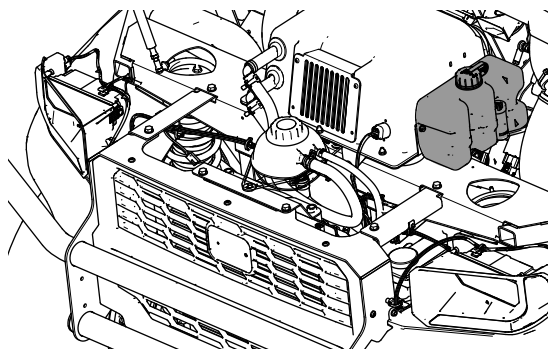

Figura 19
3. Si la máquina tiene instalado el kit de parabrisas de cristal y lavaparabrisas, instale la botella del limpiador en el lateral del conjunto de caja de calentador, tal y como se muestra en la Figura 19.